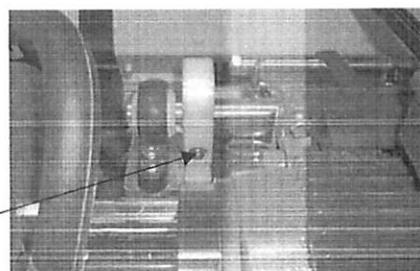

Figura 12. Abrazadera de resistencia del motor.
1. Apretar o aflojar el tornillo de cabeza hexagonal de 6 mm situado en la abrazadera de resistencia del motor para ajustar la resistencia de la palanca de corte (ver figura 12).